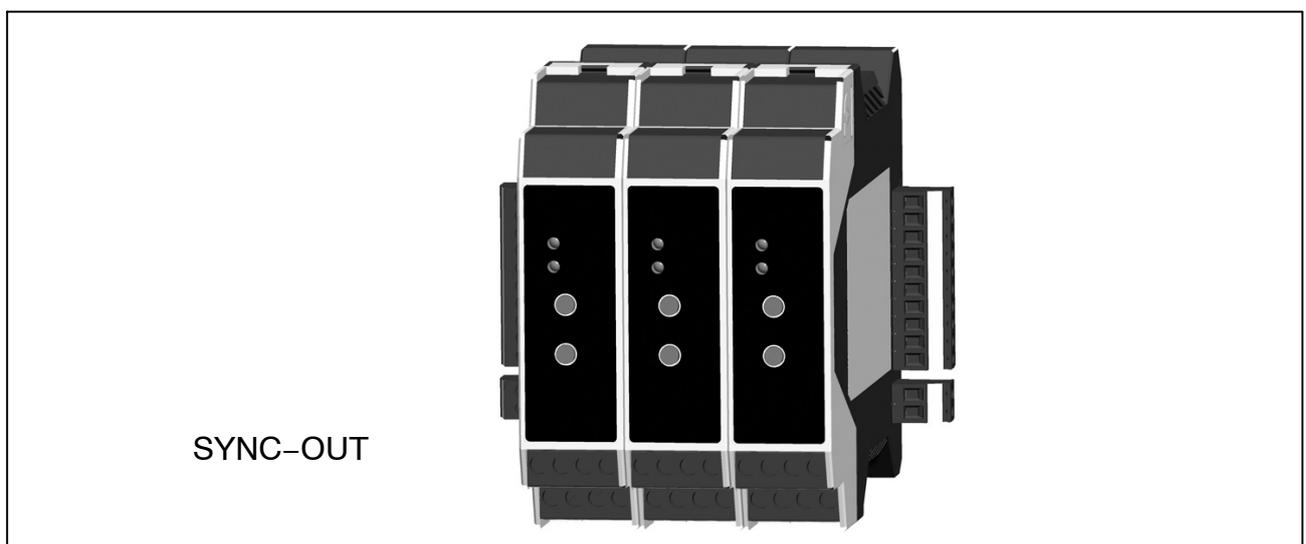
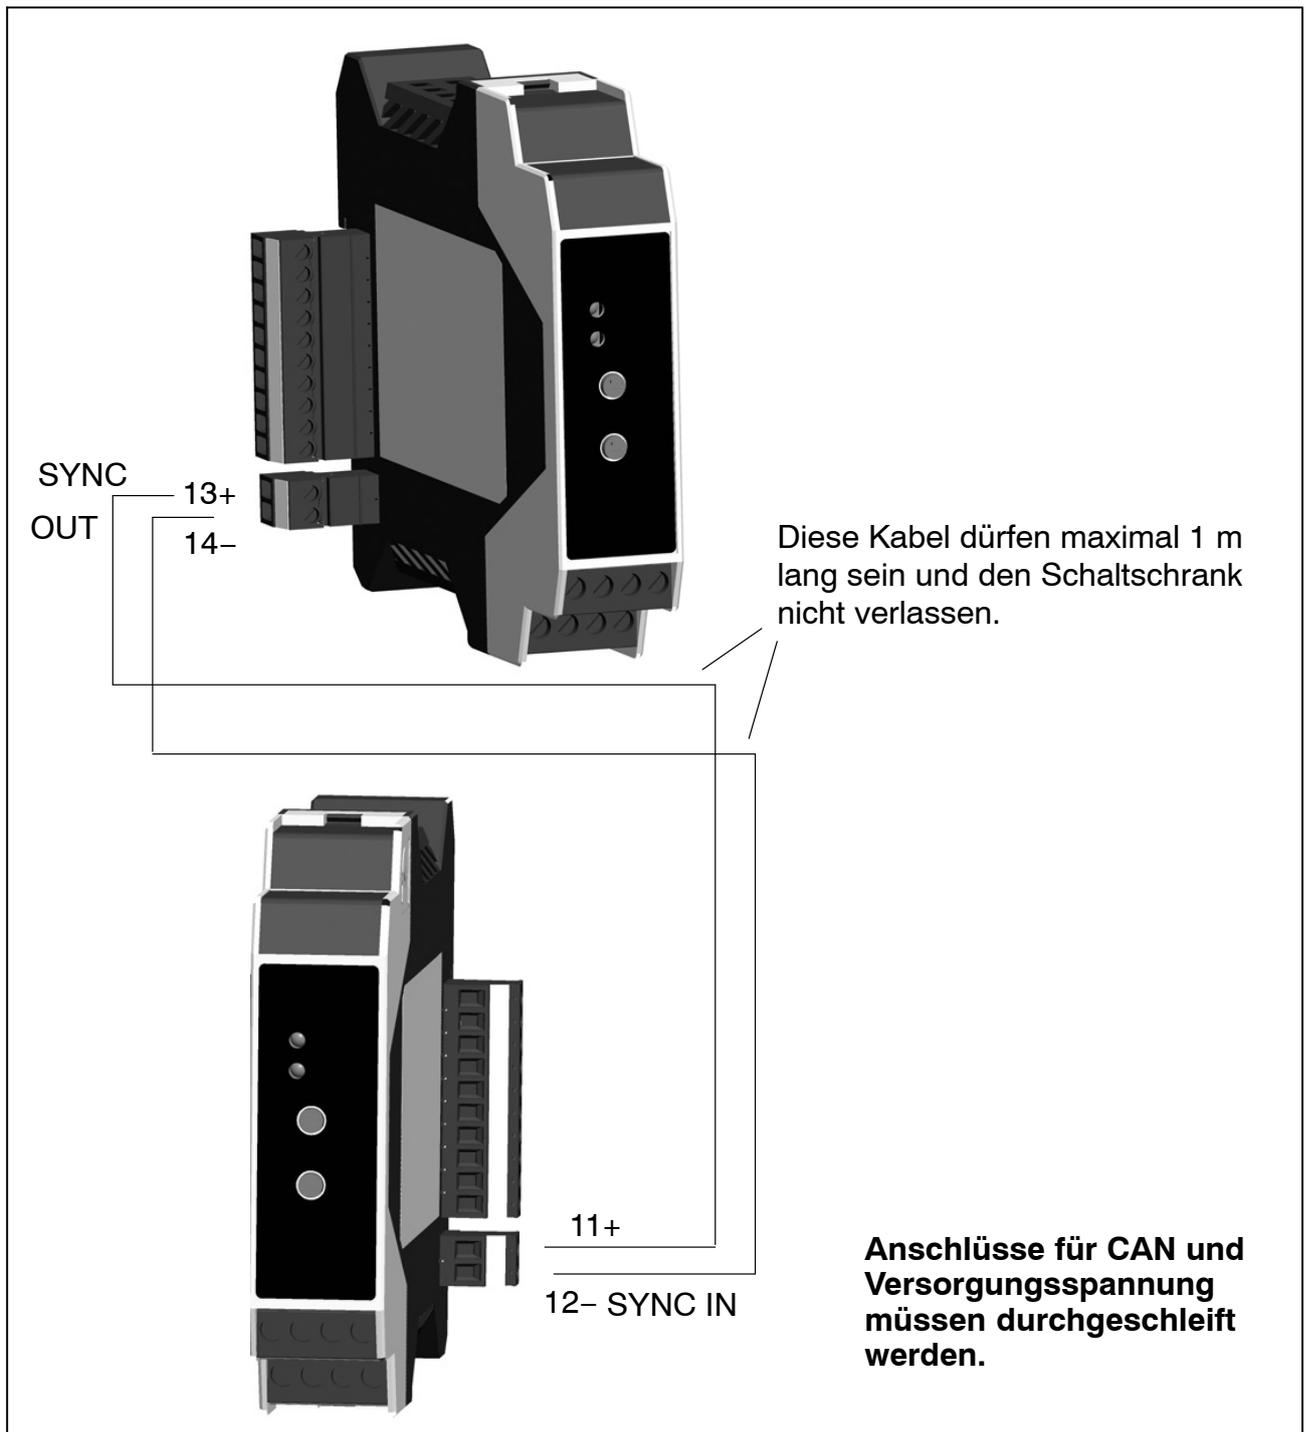

Abb. 3.4: Nebeneinander montierte Module
Abb. 4.5: Montage auf mehreren Ebenen (hier: DF30DN)
- bei Montage auf mehreren Ebenen: an das Modul 3 den Stecker SYNC-OUT stecken (siehe Abb. 3.4 und Abb. 4.5) und mit SYNC-IN des ersten Moduls der nächsten Ebene verbinden
Werden die Module auf mehrere Schienen verteilt, sind die 2poligen Synchronisationsstecker (1-digiCLIP-ST) zu verwenden (siehe Abb. 4.5).